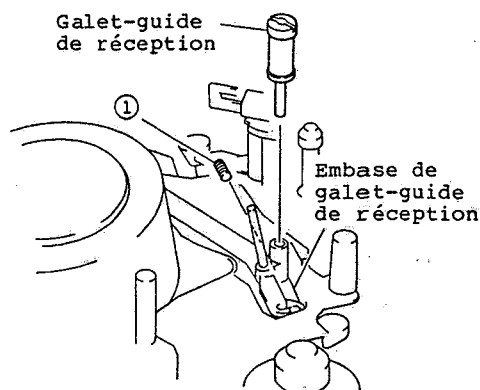

Fig. 2-75
1. Retirer une (1) vis de fixation à tête six pans immobilisant le galet-guide de réception. (Se reporter à la figure 2-75)